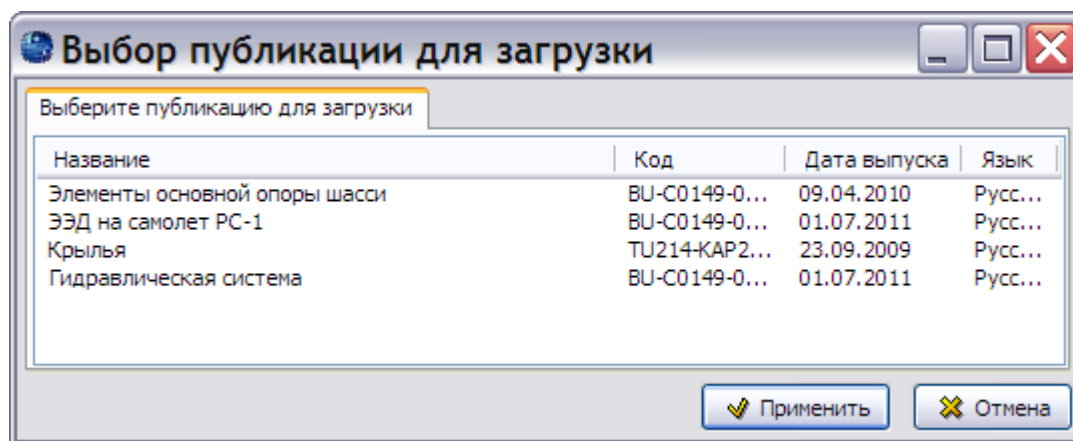

Рис. 250
3. Запустите файл TGBrowser.exe, после этого откроется окно **Выбор публикации для загрузки** (Рис. 250).
Для перехода к просмотру другой публикации нажмите на кнопку **Выбор публикации** , которая появляется на панели инструментов при просмотре мультипубликаций, или нажмите комбинацию клавиш CTRL+ALT+S. В открывшемся окне **Выбор публикации для загрузки** выделите публикацию для просмотра и нажмите на кнопку **Применить** (Рис. 250).